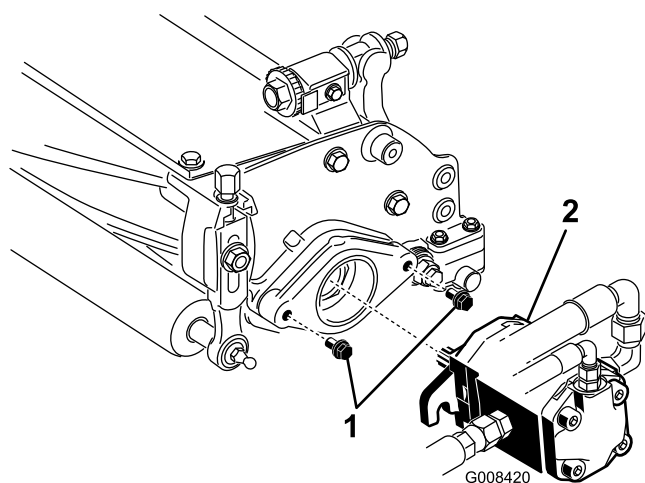

Figura 12
expuesta 13 mm aproximadamente de rosca en cada tornillo de montaje (Figura 12).
10. Recubra de grasa limpia el eje del motor e instale el motor girándolo en el sentido de las agujas del reloj de manera que las bridas del motor no choquen con los pernos. Gire el motor en el sentido contrario a las agujas del reloj hasta que las bridas se enganchen en los pernos (Figura 12).
11. **Apretar los pernos de montaje** (Figura 12).